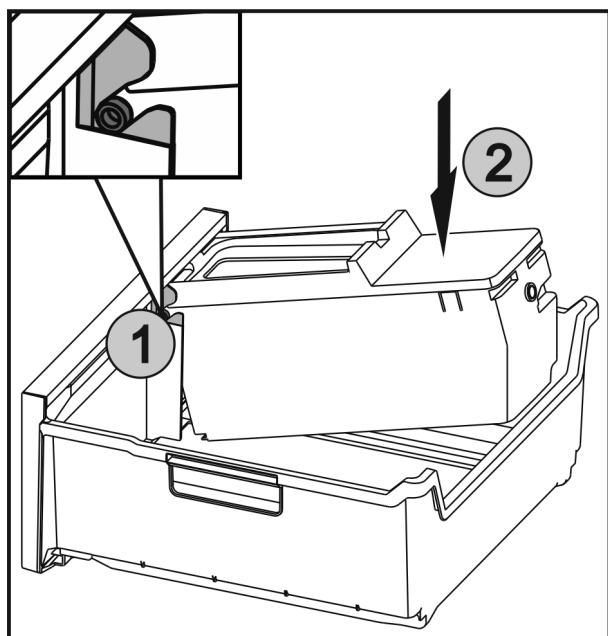

Fig. 53
- ▶ Insérer les axes Fig. 53 (1) sur l'EasyTwist-Ice dans les guides et appuyer sur le côté arrière Fig. 53 (2) jusqu'à ce que la languette s'enclenche.